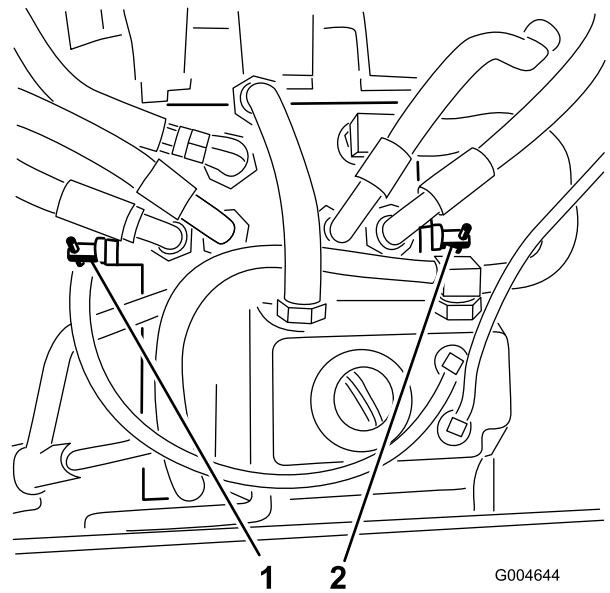

Figura 32
4. Gire las válvulas de desvío una vuelta en sentido antihorario para liberar el sistema; gire las válvulas de desvío en sentido horario para restablecer el sistema (Figura 32).